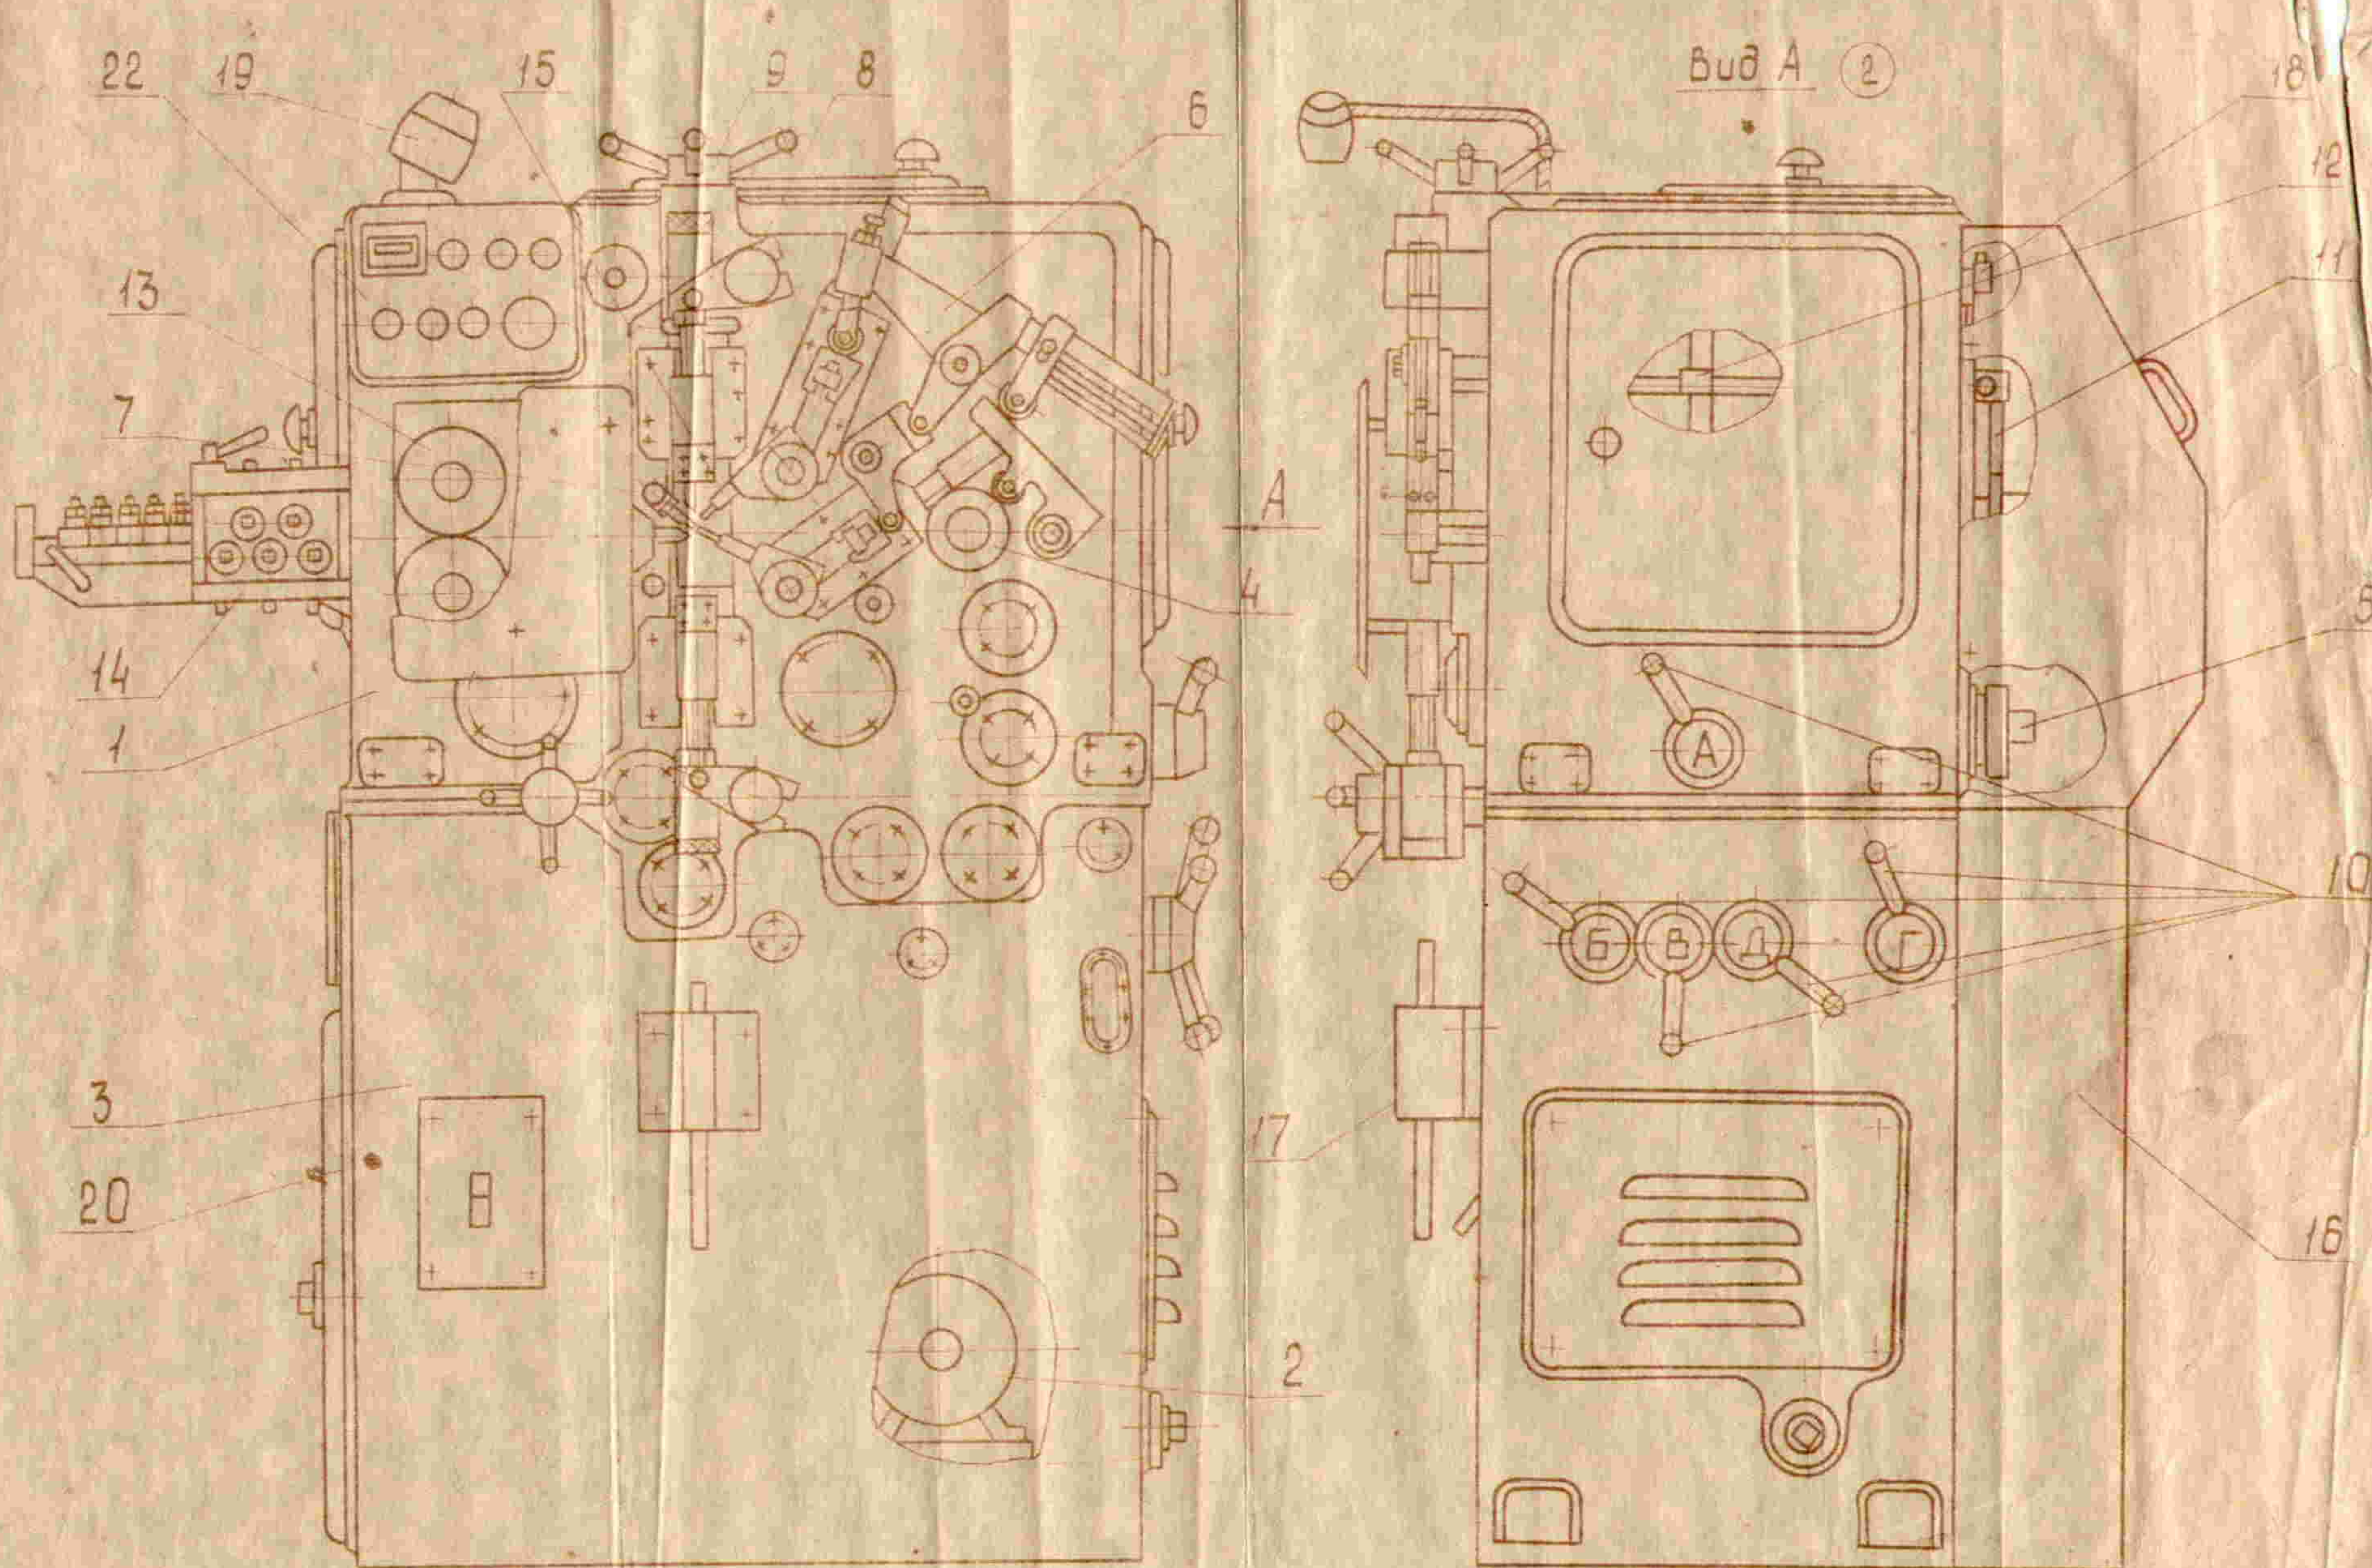

Рис. 2. Общий вид автомата с обозначением составных частей.
1.2.1. Общий вид с обозначением составных частей автомата (рис. 2).
Поз. см. рис. 2 Наименование Обозначение Примечание